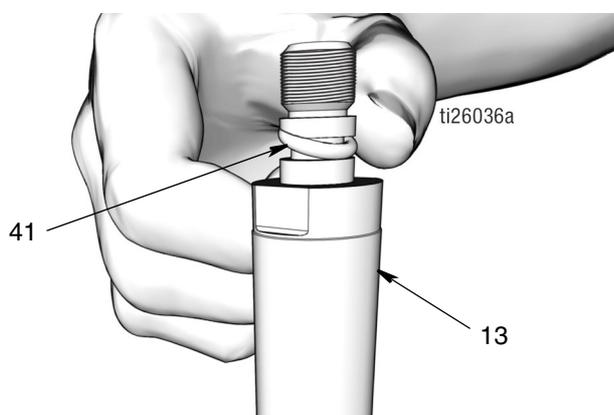

FIG. 49
**NOTA:** No sujete la varilla del pistón (13) en un tornillo de banco.
- Limpié el vástago del pistón (13) y el pistón (6) con un paño limpio para eliminar cualquier resto de suciedad o contaminantes. Inspeccione las superficies en busca de arañazos o daños. Reemplace las piezas dañadas.
- Aplique una capa fina de grasa en la junta tórica (41). Coloque la junta tórica sobre las ranuras del vástago del pistón (13) (FIG. 49).
**NOTA:** Si fuera necesario, puede usar un puntero para ayudar a asentar la junta tórica sobre las ranuras del vástago del pistón (13).